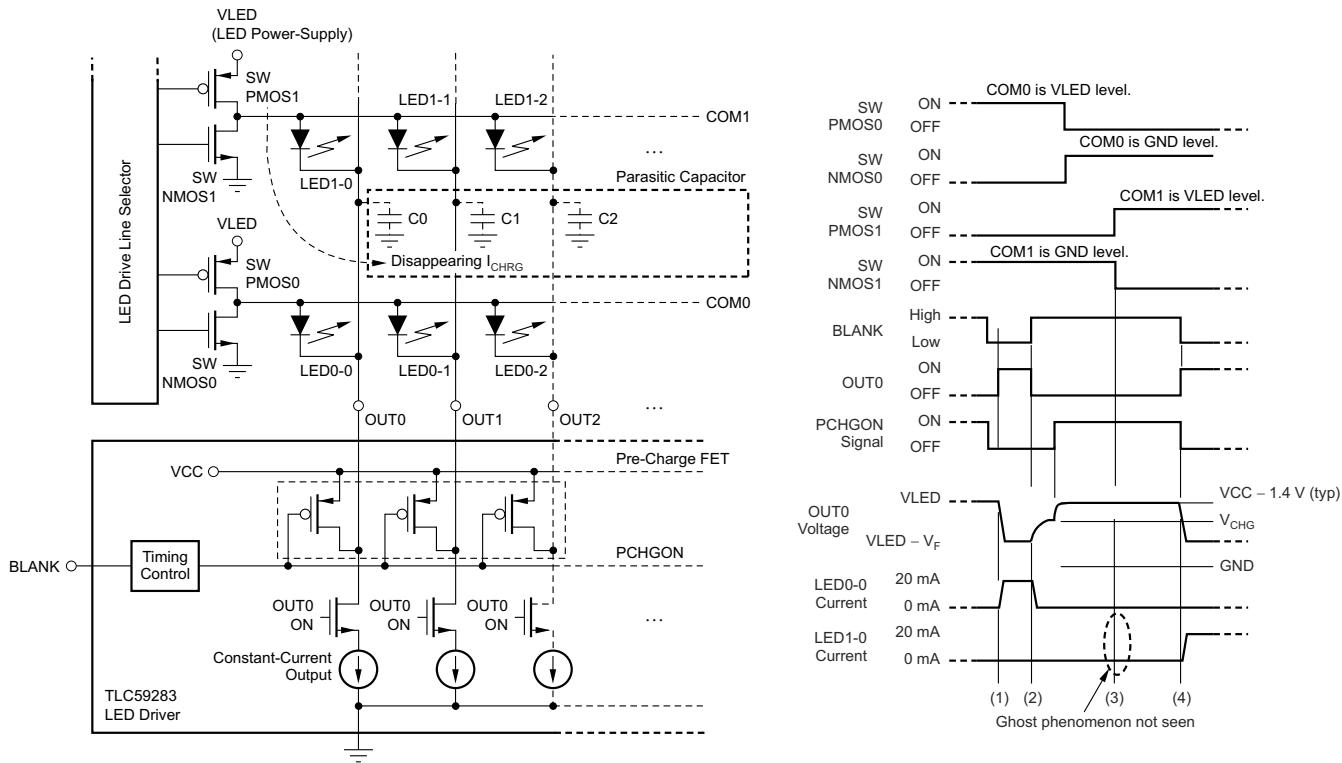

図 7-2. プリチャージ FET による LED のゴースト発光のメカニズム
図 7-2 に示すように、TLC59283 には内部プリチャージ FET があり、ゴーストを防止します。単一のコモン ラインの PWM 制御が完了してからわずかな遅延時間が経過すると、FET は OUTn を V_{CC} にプルアップします。SWMOS1 がオンになると、充電電流は LED1-0 を経由して C0 に流れず、(3) でゴーストが除去されます。ただし、LED アノード電圧、直列接続された LED の数、LED 順方向電圧、TLC59283 V_{CC} 電源電圧によっては、十分なゴースト キャンセル効果が得られない場合があります。